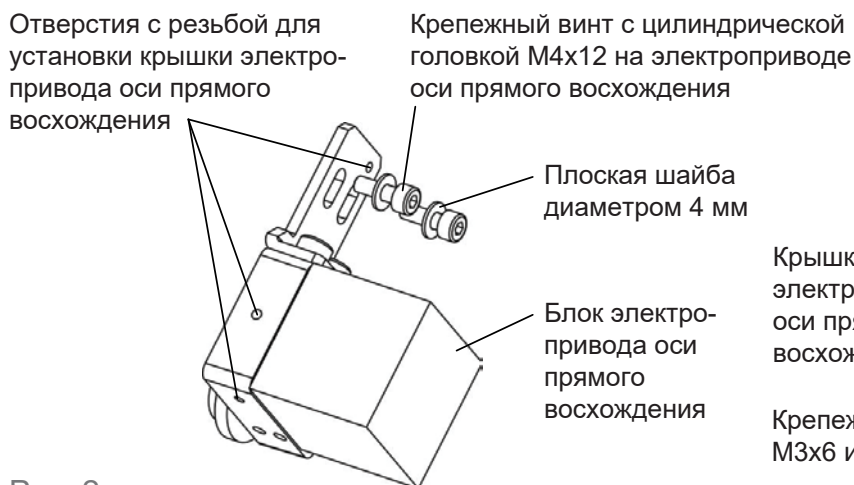

Рис. 2
2.2 Установка блока электропривода оси прямого восхождения и крышку, как показано на рис. 2 и 3.